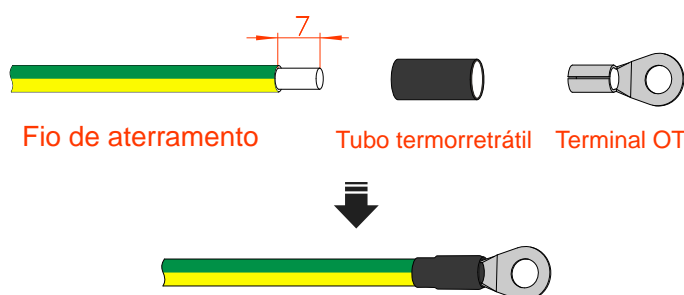

Figura 3-14 Diagrama do desencapamento do fio de aterramento externo (unidade: mm)
- Etapa 1 Retire aproximadamente 7 mm da camada de isolamento do cabo de aterramento, insira o cabo no terminal OT e prenda-o com uma ferramenta de crimpagem, como mostrado na Figura 3-14.